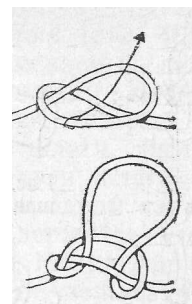

Рис. 44. Само-затягивающийся огон в петле.
*Сваечный узел (самозатягивающийся огон в петле).* Узел, выполненный на тросе, концы которого разведены в противоположных направлениях, показан на рис. 44. Этот узел рекомендуется завязывать на тросах, все части которых испытывают нагрузку. Узел также применяют при подъеме горизонтальных частей рангоута на ходовом конце, яликов или надувных резиновых лодок на носовом фалине и при выполнении других аналогичных операций.